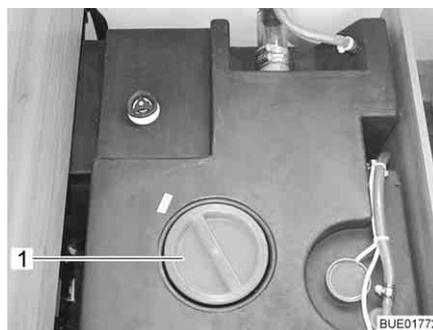
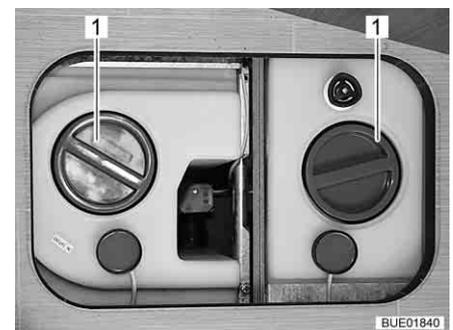

Bild 258 Wassertank mit Drehgriff (Viseo)
Bild 259 Wassertank mit Drehgriff (Elegance)
- Verschlussdeckel (Bild 258,1 bzw. Bild 259,1) des Wassertanks abnehmen.